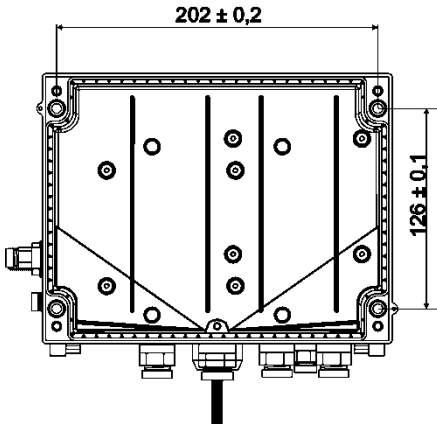

Abb. 9
1. Bohren Sie vier Löcher an die vorgesehenen Positionen in die Wand (siehe Maße in Abb. 9).